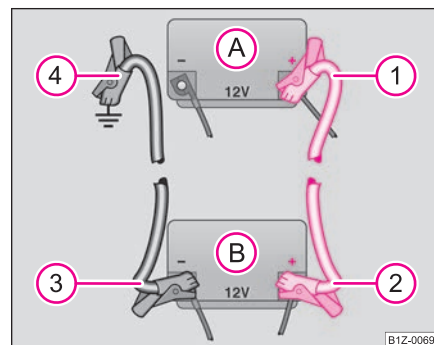

Fig. 199 Executarea pornirii cu ajutorul bateriei altui autovehicul: A - bateria descărcată, B -bateria furnizoare de curent
- Prindeți un capăt la polul plus ① ⇒ fig. 199 al bateriei descărcate (A).
- Prindeți celălalt capăt la polul plus ② al bateriei care furnizează curent (B).